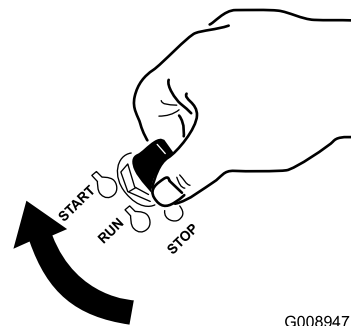

Figura 16
1. Gire la llave de contacto a la posición de Arranque (Figura 16). Cuando el motor arranque, suelte la llave.